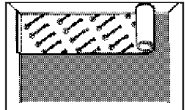

Figura 6
- Instale la base de piso en la misma dirección que instalará el revestimiento de madera dura (Figura 6).